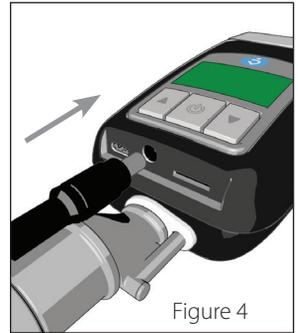

Figure 4
3. Branchez l'adaptateur CA sur le **Z1**. (Figure 4)